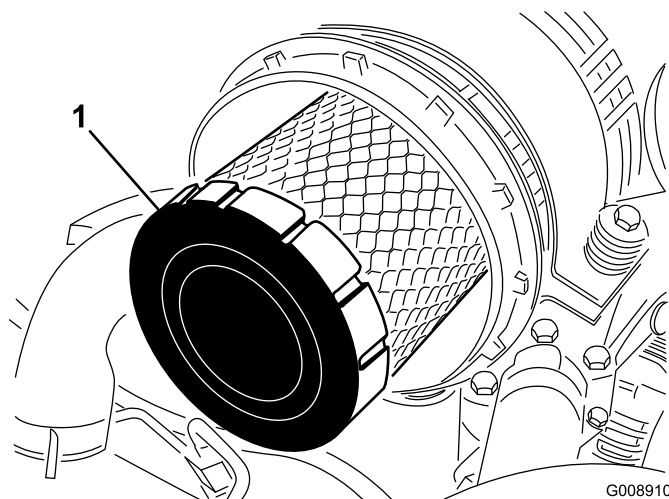

Bild 43
4. Entfernen und wechseln Sie den Hauptfilter aus (Bild 43).